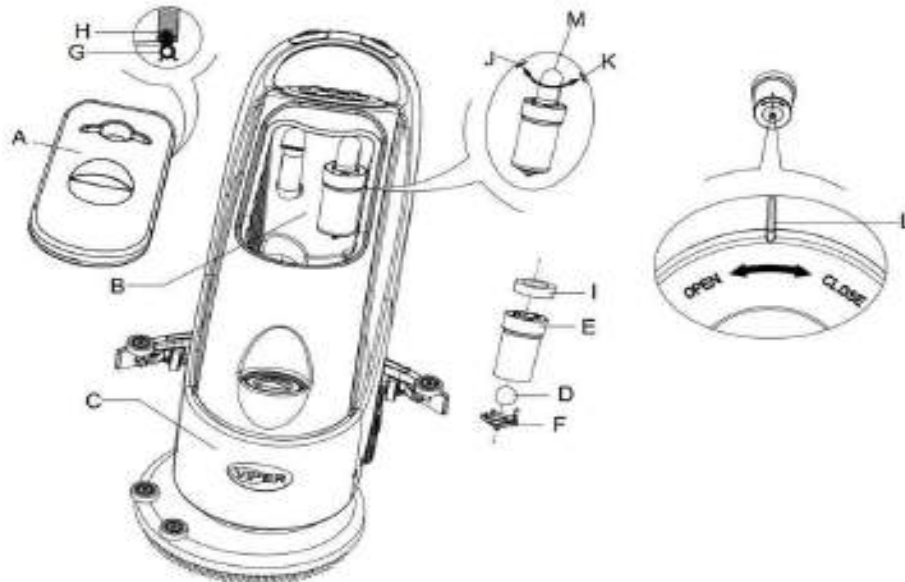

Abbildung 11
2. Drücken Sie den Netzschalter (38) auf die "O"-Position und schalten Sie das Gerät aus.
3. Öffnen Sie die Abdeckung des Schmutzwassertanks (**A**, **Abbildung 11**), und entnehmen Sie den Schwimmer (36) aus dem Schmutzwassertank.
4. Verwenden Sie klares Wasser zur Reinigung des Tankdeckels (A), der Tanks (B und C) und der Schwimmer-Filterfassung (E). Lassen Sie durch das Schmutzwasserrohr (15) das gesamte Wasser aus dem Wassertank ablaufen.
5. Folgen Sie, falls nötig, den Symbolen "Öffnen" und "Schließen", wie in **Abbildung 11** dargestellt, öffnen Sie den unteren Deckel (F) des Schwimmer-Filters und reinigen den Schwimmer (D), die Schwimmer-Filterfassung (E) und den Filter-Schwamm (I). Fixieren Sie nach der Reinigung den Schwimmer auf der Schwimmer-Filterfassung (E), und richten Sie die Markierungsnut (L) des unteren Deckels (F) des Schwimmer-Filters nach der Markierungsnut (L) der Schwimmer-Filterfassung (E) aus. Drehen Sie den unteren Deckel (F) des Schwimmer-Filters fest und fixieren Sie den Filter-Schwamm (I) auf der Schwimmer-Filterfassung (E) und dann auf dem Vakuum-Rohr (M).
6. Überprüfen Sie die Zuverlässigkeit des Dichtrings (G) der Wassertankabdeckung.
Falls erforderlich, sollte der Dichtungsring des Wassertanks (G) aus der Nut (H) entnommen und ausgetauscht werden. Beim Einsatz eines neuen Wassertank-Dichtrings, wie in **Abbildung 11** unten dargestellt, installieren Sie den Anschluss im mittleren Bereich des hinteren Teils.
7. Prüfen Sie, ob die aufnehmende Oberfläche des Dichtrings (G) intakt ist und ausreichend abdichtet.
8. Schließen Sie die Abdeckung des Schmutzwassertanks (A).